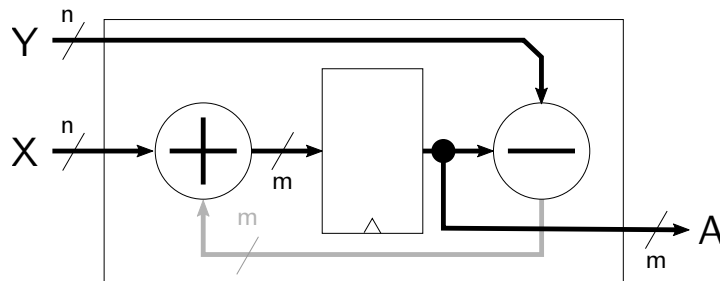

FIGURE 5 – Architecture d'un opérateur séquentiel
La figure 5 représente l'architecture d'un opérateur de calcul séquentiel.
- En considérant que les entrées **X** et **Y** viennent directement de la sortie de registres, situez le chemin critique dans l'opérateur de la figure 5.
L'additionneur et le soustracteur de la figure 5 ont une structure standard (dite à propagation de retenue) formée d'additionneurs 1 bit chaînés.
Question 3.4 Exprimez la fréquence maximale de fonctionnement de l'opérateur de la figure 5 en fonction de t_s , t_c et de la taille des entrées et sorties (n et m).
L'opérateur de la figure 5 produit un résultat à chaque front d'horloge. Nous voulons ajouter une entrée d'activation (**enable**), telle que l'opérateur ne produise un nouveau résultat que si cette entrée est à l'état haut.